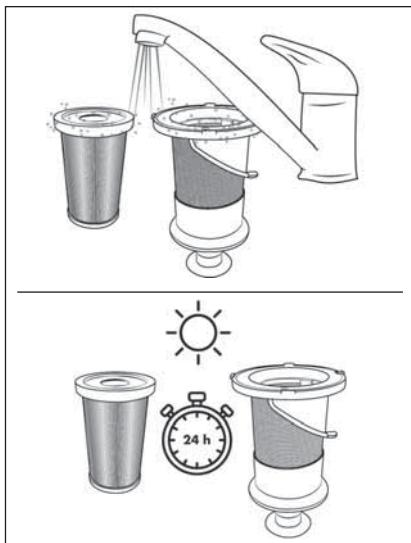

Fig. 20
- 5) Enjuague el filtro HEPA ④ y el filtro de acero inoxidable ⑤ bajo agua fría o templada. Deje que el filtro HEPA ④ y el filtro de acero inoxidable ⑤ se sequen completamente antes de volver a montarlos en el depósito de polvo ⑥ (consulte la fig. 20).